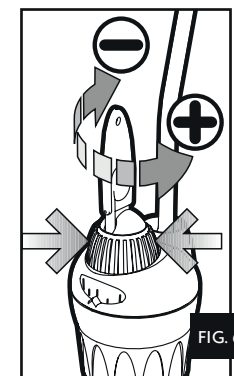

FIG. 6
- d. Halten Sie den blauen Drehregler auf dem eingestellten Wert, und drehen Sie den orangenen Regler des Kalibriersystems gegen + oder gegen -, je nachdem, ob die gemessene Temperatur niedriger oder höher ist, als die auf der Skala eingestellte (Fig. 6). Es gibt 3 fixierte Positionen gegen + und -. Jede Position entspricht etwa 1°C. Wenn Sie zum Beispiel den Regler auf 24°C eingestellt haben, aber 22°C messen, drehen Sie den orangenen Regler 2 Positionen Richtung +. Insgesamt ist eine Nachkalibrierung in einem Bereich von 6°C möglich: 3°C ins + und 3°C ins -. – VERSUCHEN SIE NIE, DIESE WERTE ÜBERSCHREITEN.
- d. Hold the control knob (blue) with one hand so that the scale indicator does not move from the value of temperature you want to have and rotate the post-calibration knob (orange) toward + if the value of temperature you measured is lower than the one on the scale, or toward - in case the temperature you measured exceeds the one you have set (fig. 6). There are 6 preset positions, 3 toward + and 3 toward -. Each position corresponds to about 1°C. So i.e. if you have set a temperature of 24°C and you measure 22°C just turn the post calibration knob 2 steps toward +.
- d. Tenir le bouton de réglage principal (bleu) avec une main pour éviter à l'échelle de se déplacer de celle-là déjà fixée sur le point de repère et tourner le bouton de post-calibrage (orange) vers + si la valeur de la température que vous avez mesurée est plus basse de celle-là indiquée en correspondant ce du point de repère, ou vers - en cas la température mesurée est supérieure à celle indiquée par le point de repère (fig. 6). Le bouton de post-étalonnage peut être réglé sur 6 diverses positions, 3 vers le + et 3 vers le -. Chaque position correspond à peu près à 1°C. Si on a réglé le chauffe-eau sur une température de 24° et on mesure 22°C, il suffit de tourner le bouton de post-étalonnage 2 positions vers +.
- c. houd de blauwe draai regelaar vast op de ingestelde waarde en draai de oranje draaiknop tegen + of - afhankelijk van het gemeten temperatuur (afb. 6). In elk richting (+ en -) kan maximaal tot 3 graden worden aangepast. Dat kan in drie stappen van elk 1 graad Celsius. Er is een voelbare click bij het bereiken van elk stap. Het thermostaat bij voorbeeld ingesteld op 24 graden en er worden maar 22 graden gemeten houd u de blauwe regelaar op 24 graden vast, terwijl u de oranje draaiknop om 2 posities tegen + draait. Een klik kan alleen binnen een band van zes graden gebeuren, 3°C naar + en 3°C naar -. PROBEER ER NOOIT VERDER DAN DRIE STAPPEN IN EEN RICHTING TE DRAAIEN!
- d. Mantenga el botón de regulación principal (azul) con una mano para evitar que a la escala que se desplace de la ya fijada en el punto que marca y girar el botón de post calibración (naranja) hacia + si el valor de la temperatura que ha medido es más bajo que la que se indica en el punto de referencia, o hacia - en el caso en que la temperatura obtenida sea superior a la indicada en el punto de referencia (fig. 6). El botón post-calibración se puede regular sobre 6 posiciones diferentes, 3 hacia el + y 3 hacia el -. Cada posición corresponde más o menos a 1°C. Si el termocalentador se ha regulado sobre una temperatura de 24° y se ha obtenido una temperatura de 22°C, basta con girar el botón de post-calibración 2 posiciones hacia +.